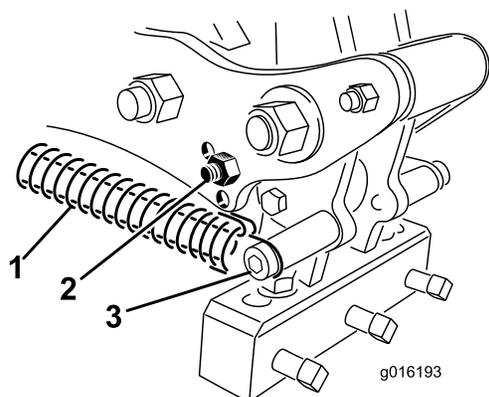

図 35
3. タイヤ・ヘッドにかかっているスプリングのテンションを解除する (図 35)。
4. リンク・アームからバンパー・ボルトとバンパーを外し、これらをもう一方の調整穴に差し込む (図 35)。